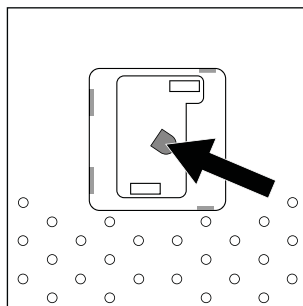

Fig. 2
3. Lentila senzorului de particule este în stânga (a se vedea fig. 2). Curățați lentila cu un bețișor cu vată uscat sau cu o lavetă moale, uscată.